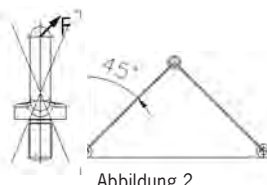

Abbildung 2
- Geeignete Ketten, Seile oder Gurte verwenden (Maximalgewicht der Schachtabdeckung 285kg) Der Neigungswinkel der Ketten oder Gurte beim Heben der Abdeckung darf 45° nicht überschreiten (Abbildung 2).